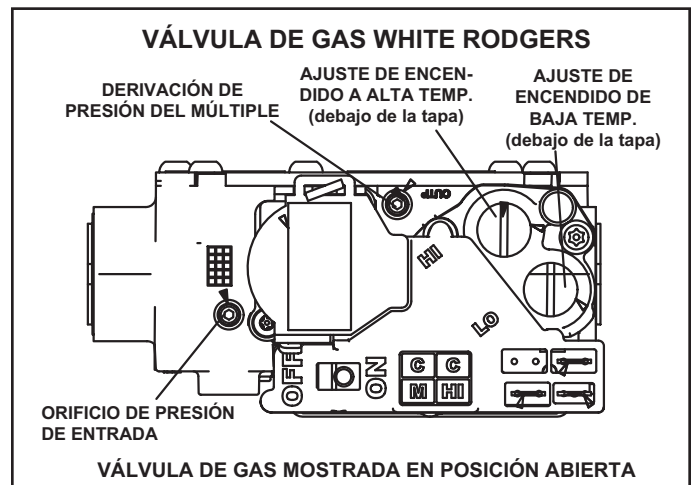

FIGURA 35
Operación de la válvula de gas (FIGURA 35)
- 6 - Mueva el interruptor de la válvula de gas a la posición APAGADO. No lo fuerce. Ver la FIGURA 35.
- 8 - Mueva el interruptor de la válvula de gas a la posición ENCENDIDO. No lo fuerce. Ver la FIGURA 35.
- 4 - Mueva el interruptor de la válvula de gas a la posición APAGADO. No lo fuerce. Ver la FIGURA 35.
Un tapón roscado en la válvula de gas permite acceso a la presión de suministro. Ver FIGURA 35. Retroceda el tornillo hexagonal de 3/32 una vuelta, conecte un tubo de 5/16 y conéctelo a un manómetro para medir la presión de suministro. Ver la TABLA 19 para la presión de la línea de suministro.
Un orificio de presión del múltiple en la válvula de gas permite acceso a la presión del múltiple. Ver FIGURA 35. Retroceda el tornillo hexagonal de 3/32 una vuelta, conecte un tubo de 5/16 y conéctelo a un manómetro para medir la presión del múltiple.
- 4 - Haga ajustes si es necesario. La FIGURA 35 muestra la ubicación de los tornillos de ajuste de encendido de alta y baja temperatura.